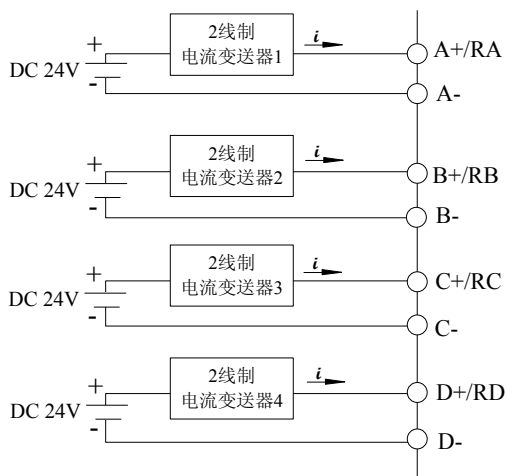
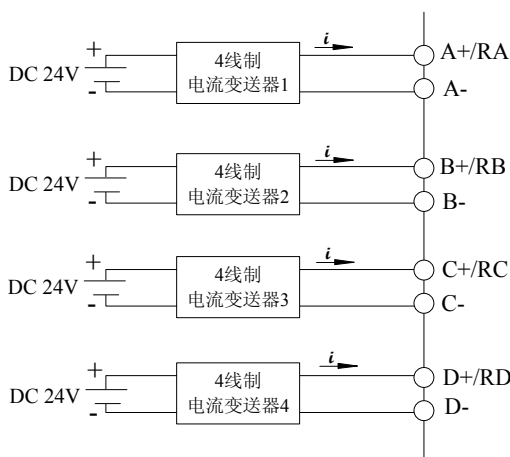

图3.2.2 2线制电流变送器接线图
图3.2.3 4线制电流变送器接线图
- 图3.2.2、图3.2.3所示为2线制电流变送器和4线制电流变送器接线方式。2线制电流变送器由外部电源供电, 用户可以根据电源容量需求, 选择使用CPU模块的24VDC输出电源, 或者自己外接电源;